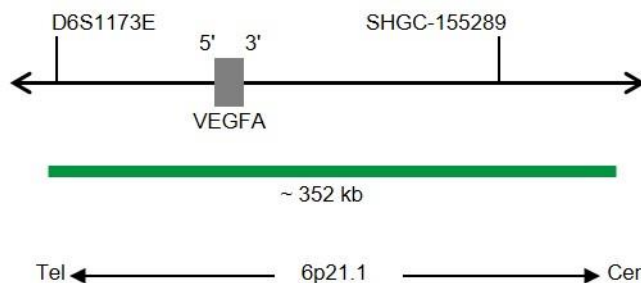

Fig. 1: SPEC VEGFA Mapa de la sonda (no está a escala)
- Polinucleótidos marcados en verde (excitación a 503 nm/emisión a 528 nm) ZyGreen (~10 ng/μl), dirigidos a secuencias localizadas en 6p21.1* (chr6:43,633,271-43,985,142) que albergan la región del gen VEGFA (ver Fig. 1).